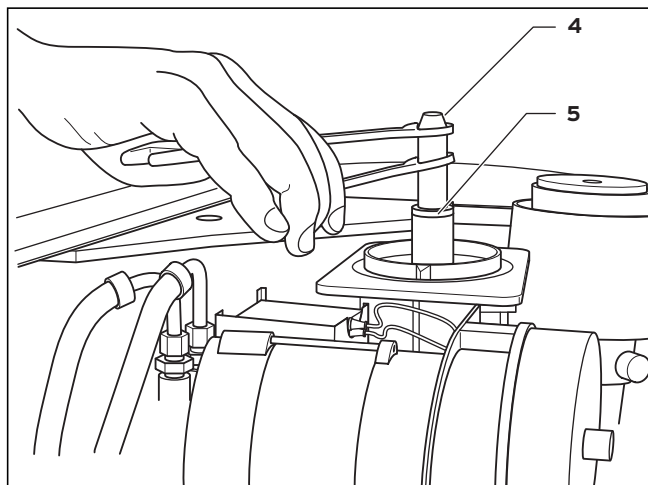

Fig. 7.12 Dévissage de la buse à mazout
N'oubliez pas, lors du montage de l'installation de mélange, de mettre en place la rondelle d'écartement fournie (5) (Fig. 7.12). Celle-ci définit l'écartement correct entre la buse de mazout et la tuyère d'air.